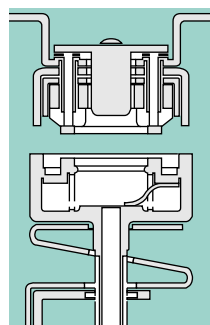

Abb. 4
- Beim Nulldurchgang des Stroms wird die dielektrische Festigkeit zwischen den beiden Lichtbogenkontakten dank der gleichbleibenden guten Eigenschaften des SF6-Gases gewährleistet (Abb. 4).